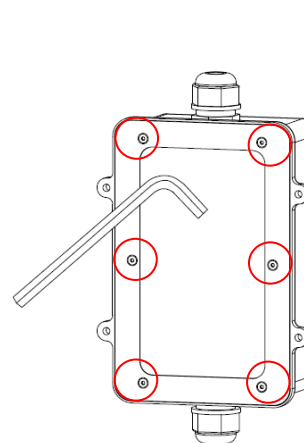

图 3
1) As shown in Fig 3, remove the rear cover panel by removing the 6 bolts with a 2.5# hex key.
- 1) 如图 3 所示，使用 2.5#内六角扳手拆除后盖板螺栓。